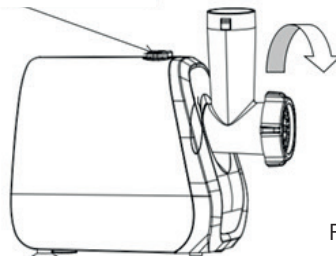

Fig.3
7. Cuando termine de moler, desenchufe el aparato de la toma de corriente. Desmonte la unidad: presione el botón de liberación con el pulgar de la mano izquierda (ver flecha 1 en la Fig. 3), gire la parte cilíndrica en el sentido de las agujas del reloj y retírela de la carcasa de la unidad (ver flecha 2 en la Fig. 3).